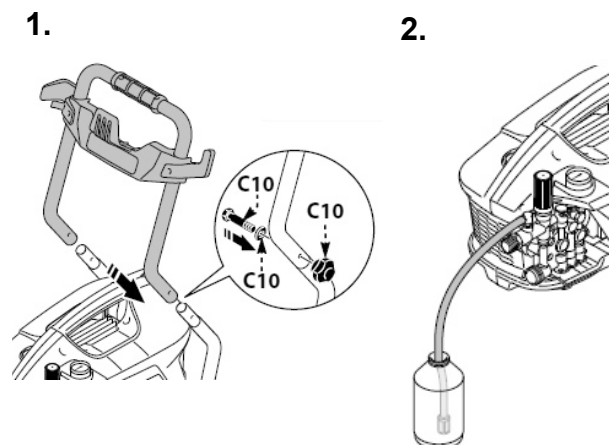

Abb. 4: Montage
Schritt 1: Stecken Sie den Handgriff (Pos. C3, Abb. 4.1) auf den Hochdruckreiniger und befestigen Sie ihn mit den 2 beiliegenden Schrauben (Pos. C10, Abb. 4).